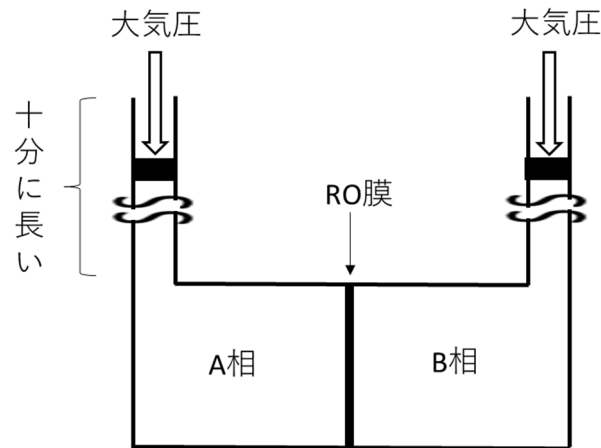

図 2.測定容器
- (1) 図 2 で示す容器を用いて、A 相にモル濃度 0.01mol/L の塩化ナトリウム水溶液、B 相に水を入れて、RO 膜を介して大気圧下で接触させた。ただし、容器の容量は溶液に対して十分な大きさがある。膜は圧力により変形しない。水分子は RO 膜を透過するが塩化ナトリウムは透過できないとする。十分に時間が経過した後に容器内の液体にどのような変化が生じるか、「ケミカル（化学）ポテンシャル」と「浸透圧」を用いて定性的に説明せよ。（日本語 200 字程度）
- (2) 図 2 の A 相にモル濃度 0.01mol/L のショ糖水溶液、B 相にモル濃度 0.01mol/L の塩化ナトリウム水溶液を入れて、大気圧下で RO 膜 を介して接触させた。十分に時間が経過した後に容器内の液体にどのような変化が生じるか、熱力学の観点から定性的に説明せよ。（日本語 150 字程度）
- (3) 図 2 の A 相にモル濃度 0.01mol/L のショ糖水溶液、B 相にモル濃度 0.01mol/L の塩化ナトリウム水溶液を入れて、大気圧下で MF 膜 を介して接触させた。十分に時間が経過した後に容器内の液体にどのような変化が生じるか、「孔径」、「拡散」を用いて定性的に説明せよ。（日本語 150 字程度）
- (4) 次に示す膜を使った具体的な使用例を、その膜が適する理由とともに説明せよ。
- ① NF 膜（日本語 100 字程度）
- ② UF 膜（日本語 100 字程度）
- ③ MF 膜（日本語 100 字程度）